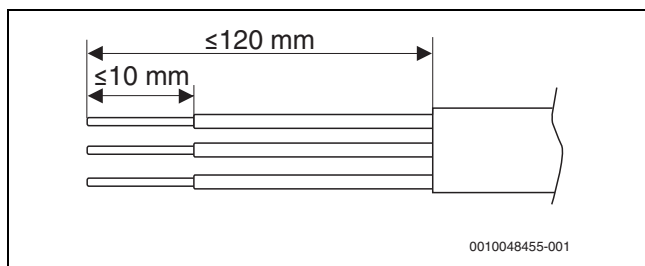

Bild 60 Abisolierung von Netzanschlussleitung
- Anschlusskabel für CAN-BUS durch die linke Kabelverschraubungen (1) führen.
- Anschlusskabel für den Netzanschluss durch die rechte Kabelverschraubungen (2) führen.
- ▶ Kabel entsprechend → Abbildung 60 abisolieren.